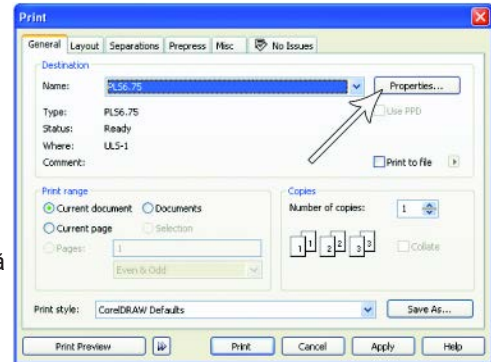

Figura 4
2. Când sunteți gata să tipăriți lucrarea, selectați PRINT (TIPĂRIRE) din meniul FILE (FIȘIERE) al programului CorelDRAW. Asigurați-vă că driverul de imprimare al sistemului dvs. laser apare în lista derulantă DESTINATION NAME (NUMELE DESTINAȚIEI), apoi faceți clic pe PROPERTIES (PROPRIETĂȚI) (Figura 4) pentru a afișa setările driverului de imprimantă al sistemului dvs. laser (Figura 5).
7. Acum selectați PRINT (TIPĂRIRE) în fereastra de dialog Print (Tipărire) (Figura 4).